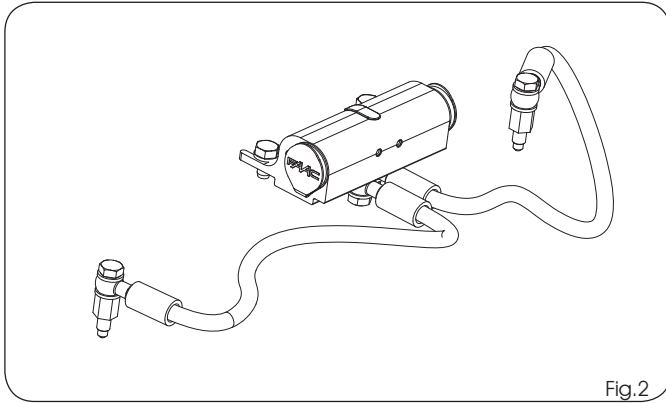

Fig.2
2) Desatornille el tornillo de desbloqueo (Fig.1 ref.①), (si no lleva palanca introduciendo en la ranura hexagonal de la llave que se le proporciona (Fig.2 ref.②)):
Como opcional, está presente para el operador un desbloqueo hidráulico manual de emergencia (Fig.2).